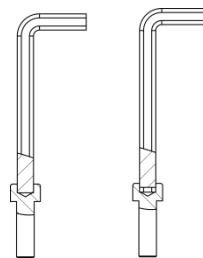

Figure 40 : Insérez complètement la clé allen.
1. Veillez à ce que la clé allen glisse tout le long de la douille à six pans [voir **Figure 40**].